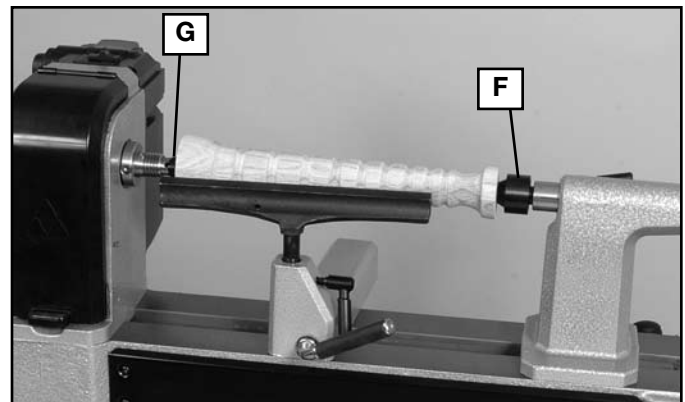

Fig. 5
El centro de dientes rectos (G) Fig. 5 y el centro giratorio (F) pueden usarse a la vez (tal como se muestra en la Fig. 5) para torñar piezas de trabajo de hasta 419 mm (16-1/2 pulg.) de largo.